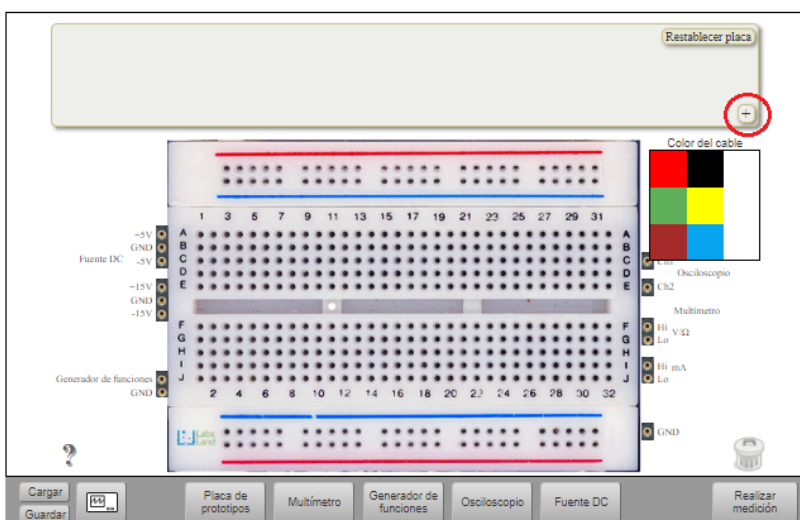

Figura 5. Laboratório Remoto HIVE para trabalhar com circuitos.
1. A partir da plataforma Aprende U, pode aceder ao Laboratório VISIR HIVE que está lá disponível. Verá um ambiente de trabalho como o mostrado na Figura 5, onde poderá construir os seus circuitos.
1. Volte a entrar no laboratório VISIR HIVE ou reinicie uma nova experiência de modo a que apareça o ambiente de trabalho tal como indicado na Figura 5.